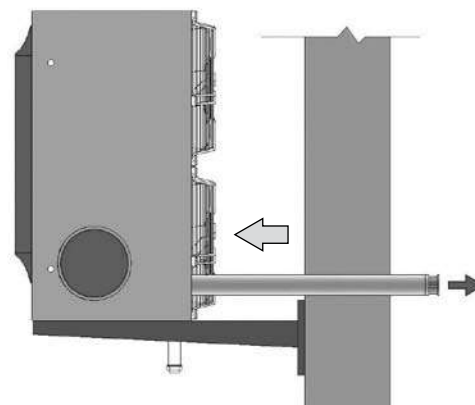

Fig. 23
- installazione tipo B23: questa tipologia prevede la presa d'aria comburente in ambiente e lo scarico dei fumi all'esterno a parete attraverso un apposito condotto orizzontale (vedere fig. 23 e 24) o a tetto attraverso un apposito condotto verticale (vedere fig. 25 e 26).